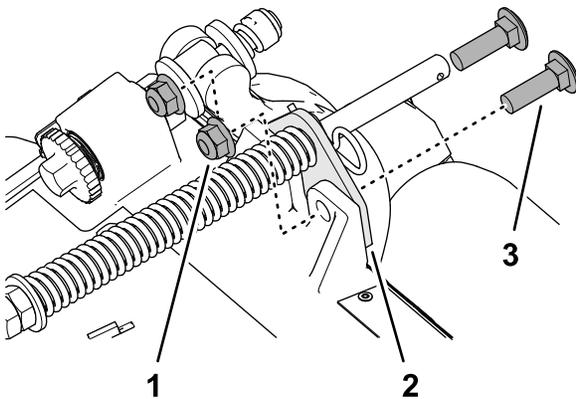

Figura 18
2. Rimuovete i 2 dadi di bloccaggio flangiati ($\frac{3}{8}$ " e i 2 bulloni a testa tonda ($\frac{3}{8}$ " x $1\frac{1}{4}$ " che fissano la staffa di compensazione per il manto erboso al telaio dell'apparato di taglio (**Figura 18**).